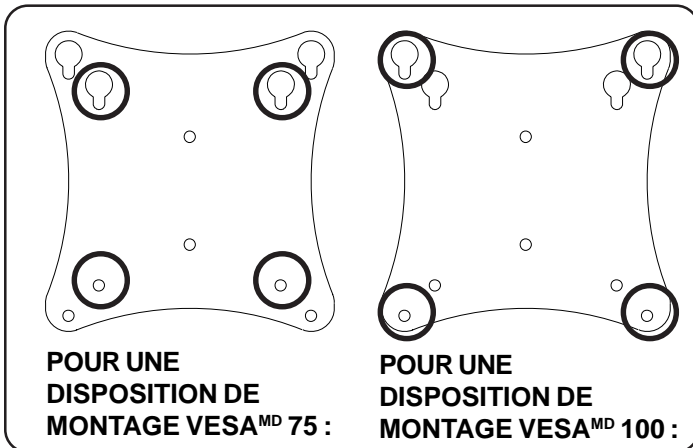

fig. 2.1
**2** Insérez deux vis M4 x 12 mm (**F**) dans les trous supérieurs du moniteur, en laissant environ 0,64 cm (1/4 po) de filetage exposé. Accrochez les vis aux boutonnières de la plaque d'adaptation tel qu'indiqué sur les figures 2.1 et 2.2.